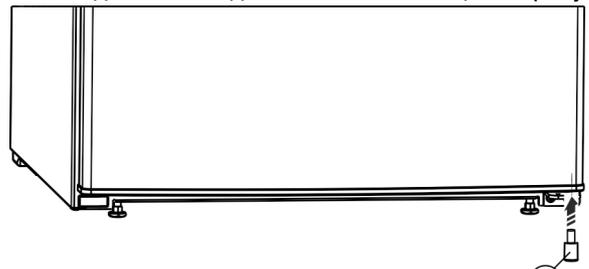

Fig. 6
► Снова вставьте в дверь распорную деталь Fig. 6 (13) справа внизу - это важно для обеспечения устойчивости устройства.